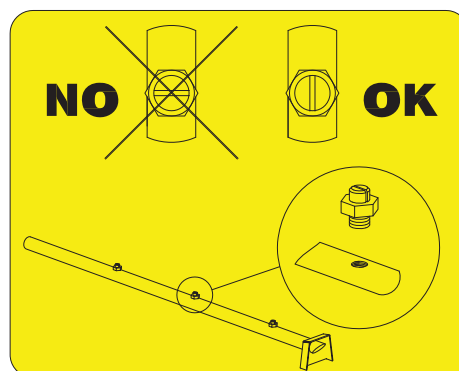

рис. 11
- Извлекь моющий (см. фото 7-8) и ополаскивающий (см. фото 9) душ и тщательно очистить форсунки и купольные фильтры форсунок ополаскивателя, откуда подается вода (см. рис. 11).